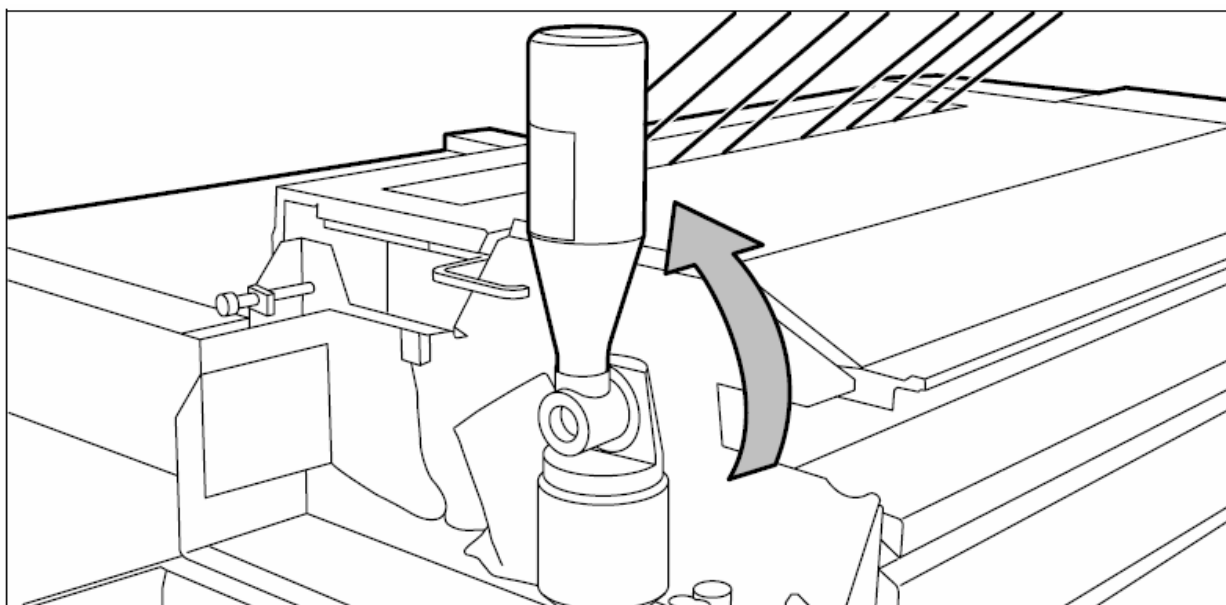

Рисунок 102: Дозаправка тонера
6. Поверните бутылку с тонером в вертикальное положение (смотрите рисунок 102).